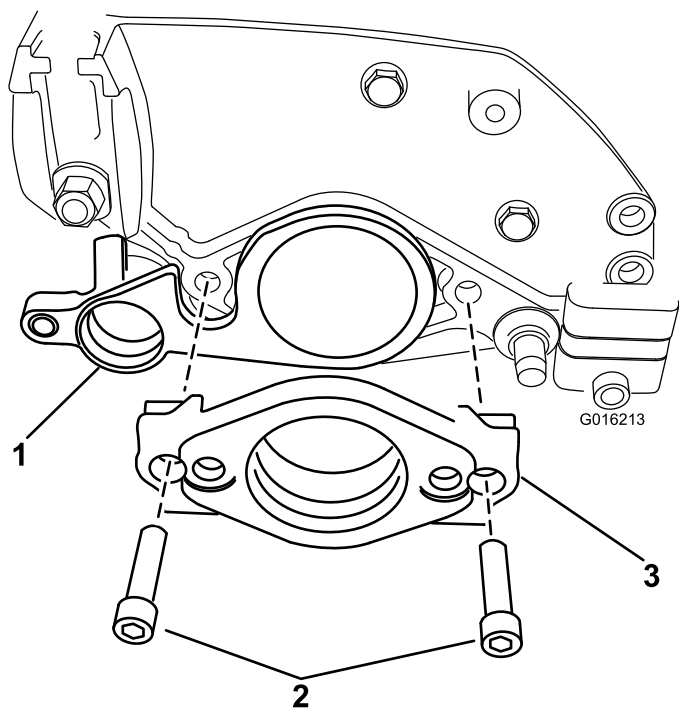

Figura 7
17. Introduzca el otro extremo del eje del acondicionador en el soporte del cojinete de la placa lateral izquierda (Figura 7).
18. Inserte el soporte del motor en la placa lateral. Sujete el soporte del motor y la placa lateral al extremo izquierdo de la unidad de corte con los 2 pernos de cabeza allen y las tuercas que retiró anteriormente (Figura 7).